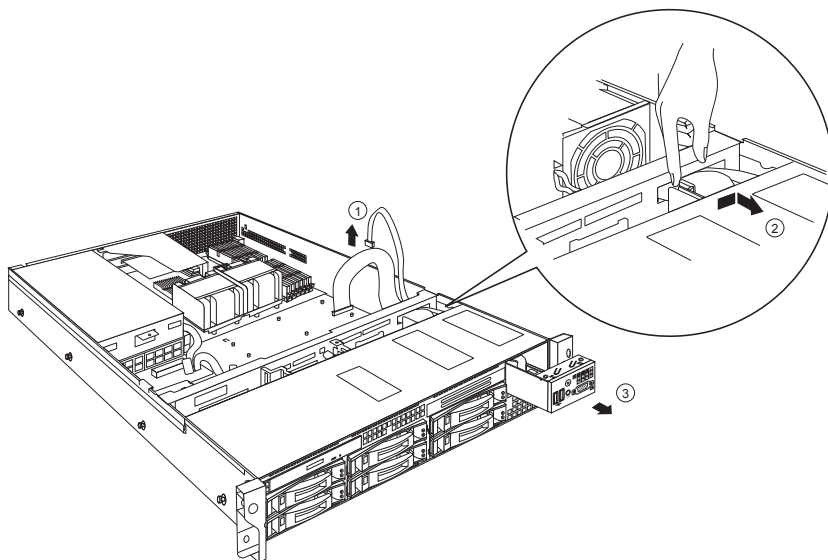

图 15 R525_35 服务器 前控板组件拆装示意图
2. 如图 15 中①所示，拔掉主板上的前控板组件的电源线和数据线。
3. 如图 15 中②所示，往里扳前控板组件支架锁扣，同时往前推前控板组件。